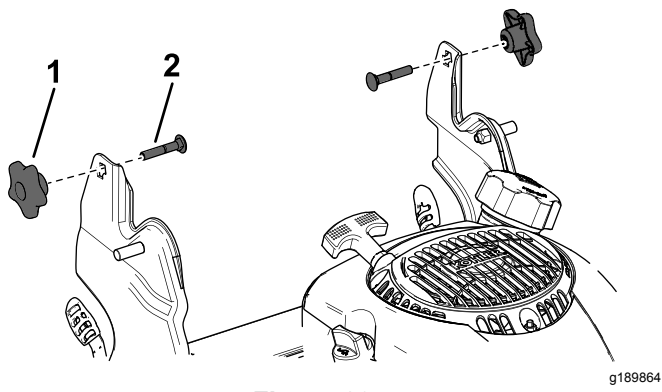

Figura 20
3. Inserte el perno de cuello cuadrado (con la cabeza del perno hacia el interior) a través del soporte del manillar y del orificio superior del extremo del manillar. Asegúrese de que los bordes cuadrados de cada perno de cuello cuadrado entre en el orificio cuadrado superior o inferior de su soporte del manillar relacionado (Figura 20).